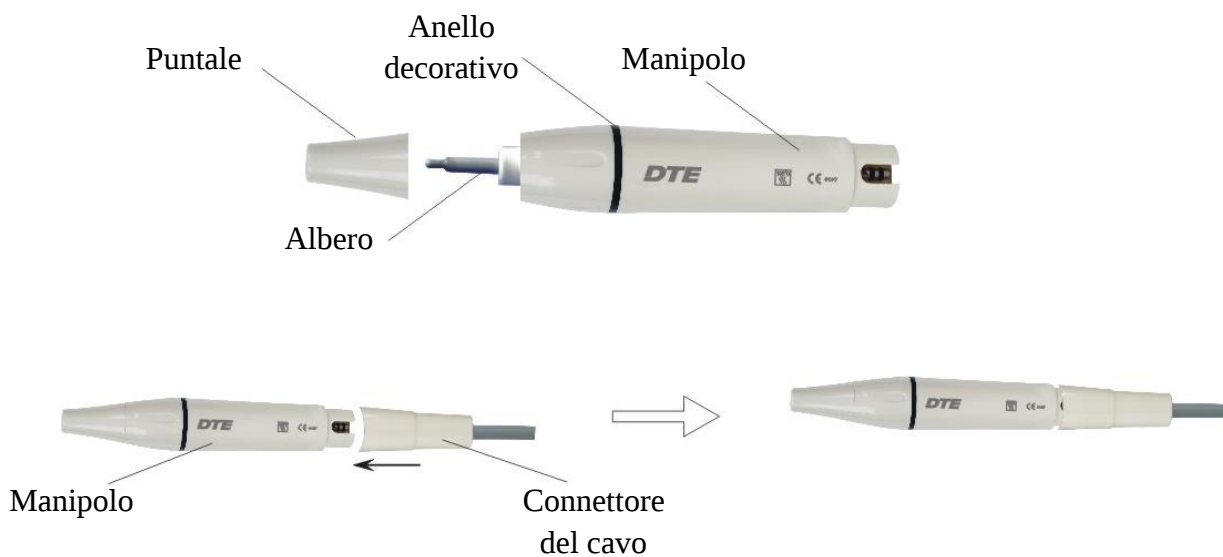
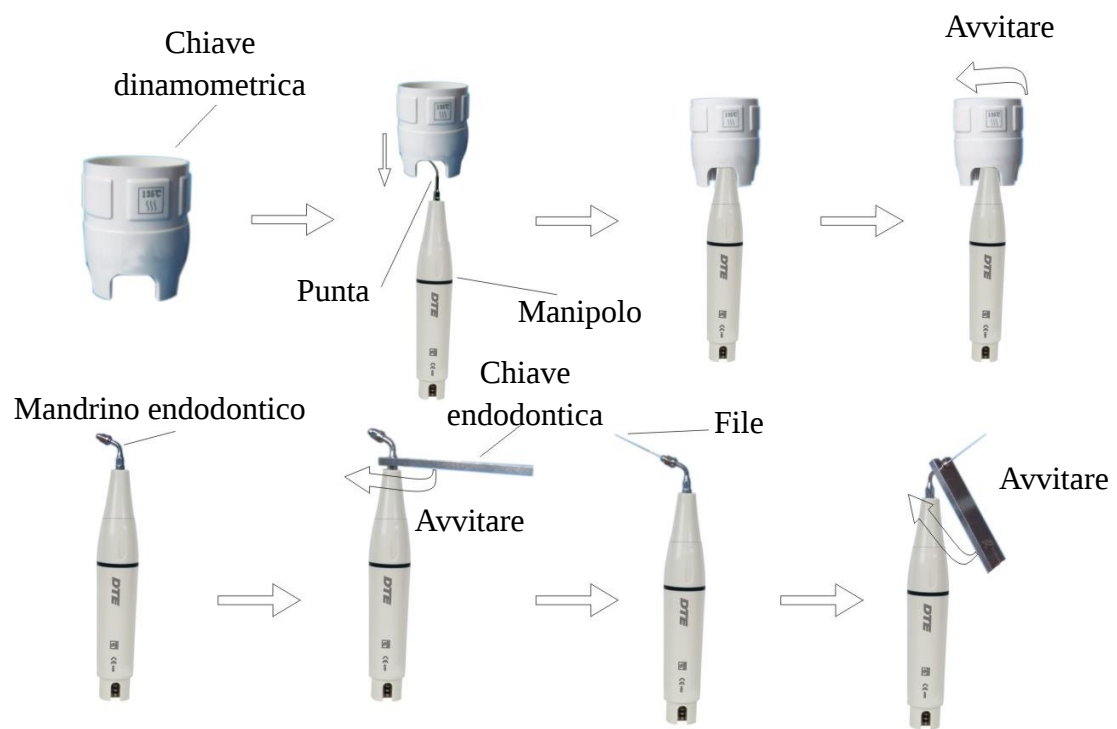

Figura 5 - Connessione del manipolo
Figura 6 – Installazione delle punte
- e) Avvitare l'inserto da ablatore a fondo sul manipolo tramite la chiave dinamometrica, quindi collegare il manipolo al cavo (Figura 5 e Figura 6).
1. Seguire le istruzioni in Figura 6.
2. Installazione dell'inserto: tenendo fermo il manipolo, ruotare la chiave in senso orario come indicato in Figura 6. Girare per altri due giri completi dopo l'arresto dell'inserto, per completare l'installazione.
- a) Fissare il mandrino endodontico al manipolo con la chiave endodontica (Figura 6).
L'inserto è stato allentato dalla vibrazione.	Avvitare correttamente l'inserto (Figura 6).